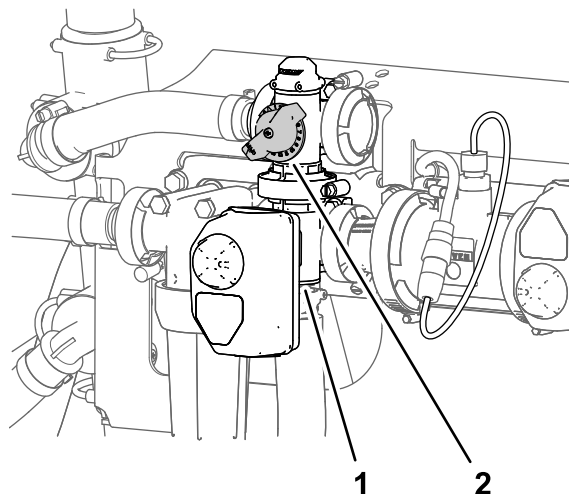

Figura 166
2. Regolate la valvola del circuito di bypass dell'agitazione (Figura 166) sinché il manometro indica una pressione dell'impianto di irrorazione di 6,9 bar.